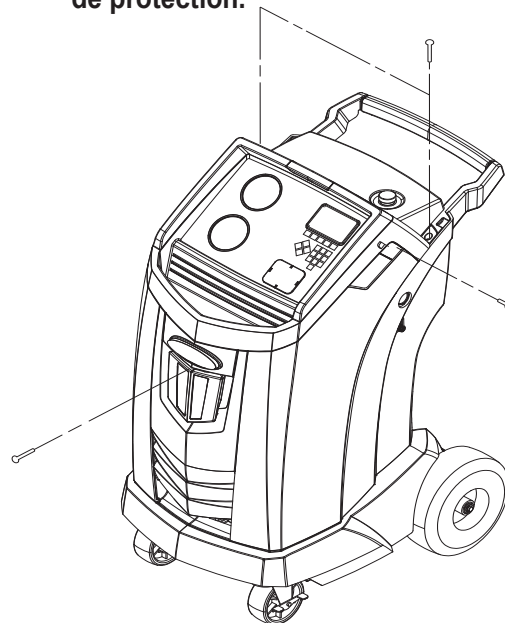

Figure 7
Éteignez la machine. Enlevez la bouteille d'huile. Retirez les quatre vis maintenant le capot de protection. Reportez-vous à la Figure 7.
3. Retirez les vis qui maintiennent le carénage. Voir la Figure 7.